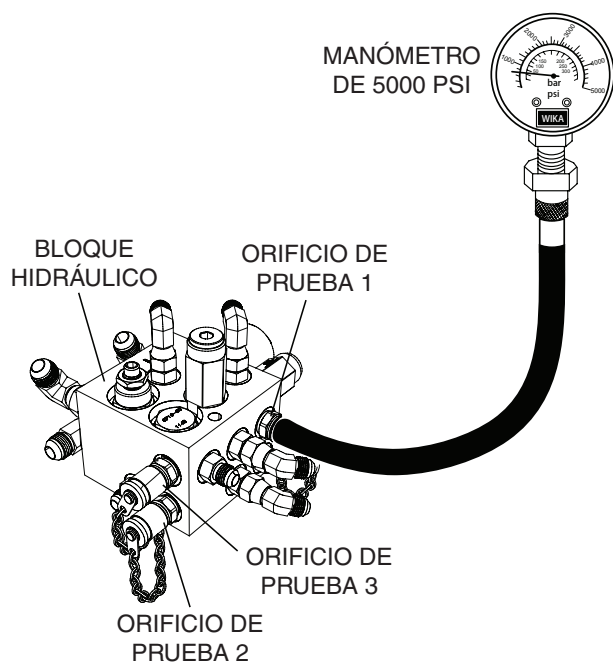

Figura 31. Orificios de prueba del colector
6. Instale en el bloque un manómetro de 5.000 psi (Figura 31) en el orificio de prueba de desconexión rápida de presión de avance 2.
1. Instale en el bloque un manómetro de 5.000 psi en el orificio de prueba de desconexión rápida 1 (Figura 31).